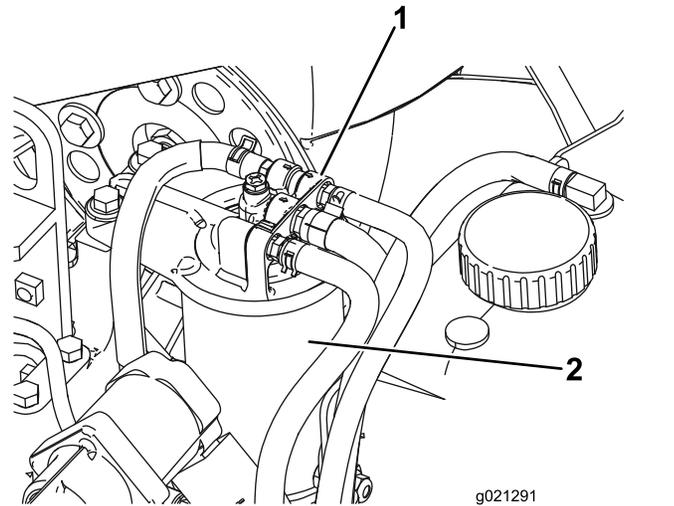

Figura 58
1. Pulite le superfici circostanti la testa del filtro del carburante (Figura 58).
2. Togliete il filtro e pulite la superficie di montaggio della testa del filtro (Figura 58).